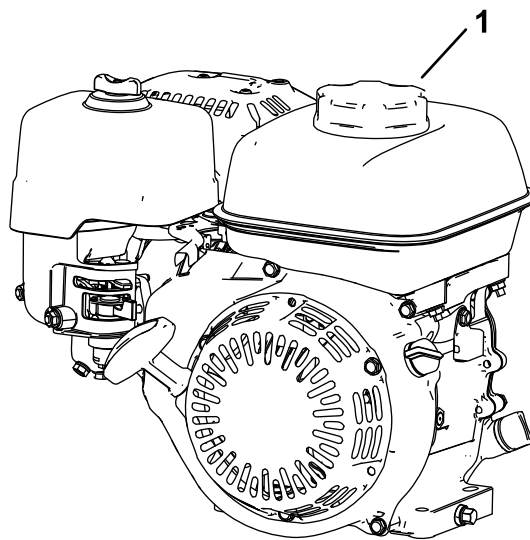

Figura 17
1. Pulite l'area intorno al tappo del serbatoio del carburante e togliete il tappo (Figura 17). Riempite il serbatoio carburante fino alla base del bocchettone di rifornimento; fate riferimento al *Manuale dell'operatore* della vostra macchina.